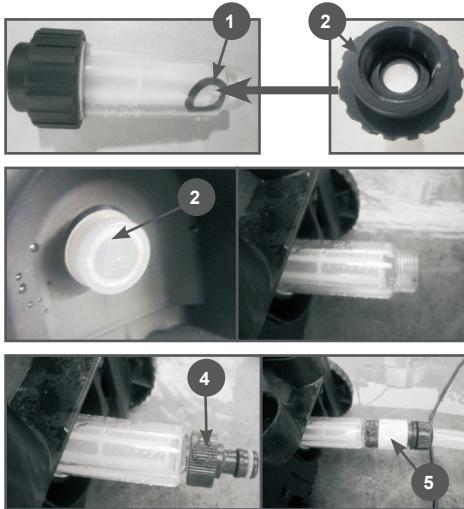

Рис. 5 Установка шланга подачи воды
3. Присоедините шланг подачи воды (в комплектность не входит) через фильтр тонкой очистки к входному штуцеру аппарата (Рис. 5). Для этого:
- вымните шланг подачи воды с коннектором, оттяните втулку коннектора 5 назад и оденьте коннектор на адаптер, затем отпустите втулку коннектора шланга (Рис. 5).